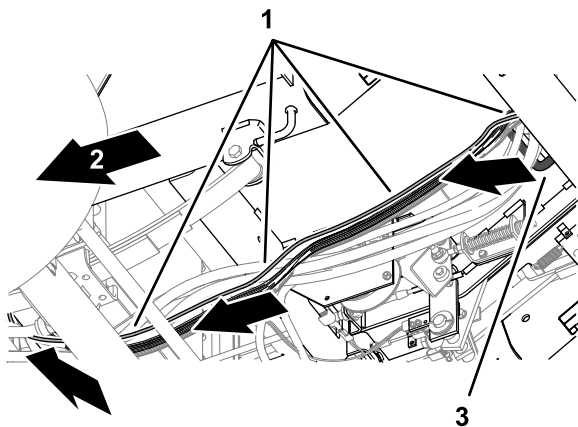

**Figura 160**
2. Enrute el cable de datos del módem por el arnés de cables de la máquina, y a través del anillo de goma de la chapa de suelo (Figura 160).